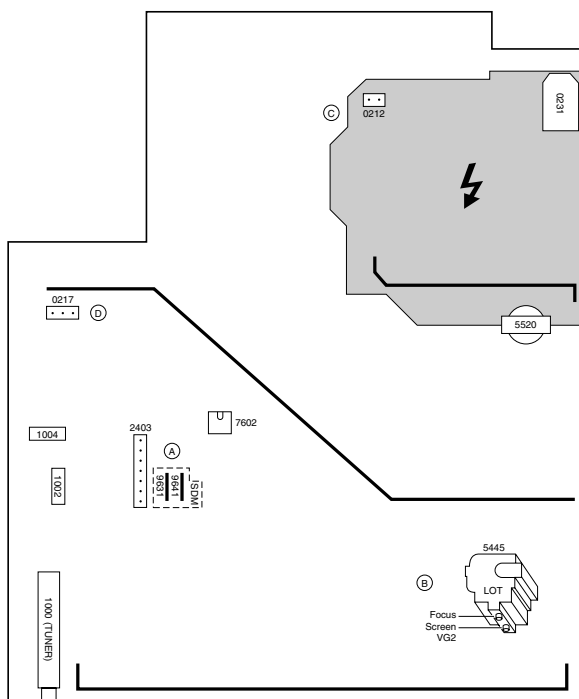

Abbildung 8-1
3. Das FOCUS-Potentiometer (siehe Abb. 8-1) so einstellen, dass die senkrechten Linien bei 2/3 von Ost und West in Höhe der Mittellinie die minimale Breite aufweisen, ohne dass eine Trübung sichtbar ist.